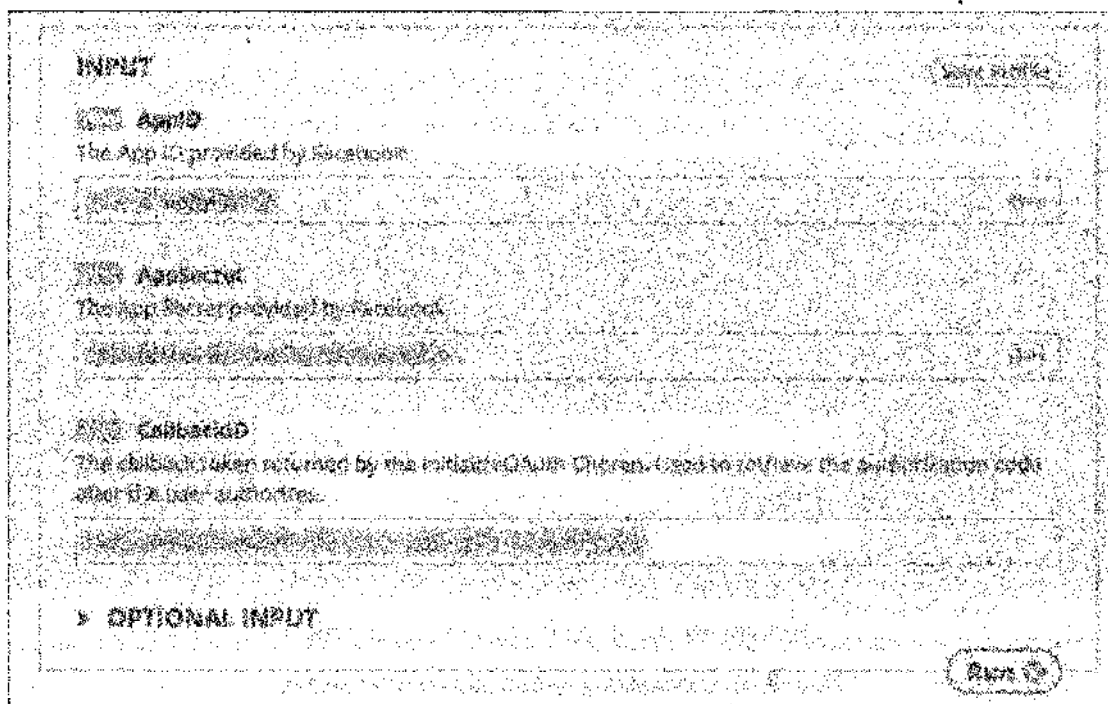

Рис. 5.23. Страница окончательной авторизации
10. Теперь вас попросят пройти по ссылке — сделайте это, авторизуйте приложение и вернитесь обратно, к странице окончательной авторизации. Введите запрошенные данные (рис. 5.23).